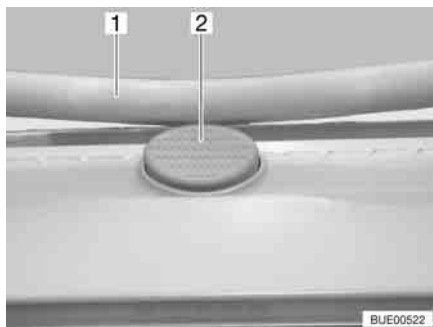

Fig. 54 Bottone di sicurezza sull'oblò Heki
- Premere il bottone di sicurezza (Fig. 54,2) e tirare verso il basso la staffa (Fig. 54,1) con entrambe le mani.
- Premere la staffa verso l'alto con ambedue le mani, finché la staffa non poggia al di sopra del bottone di sicurezza (Fig. 54,2).